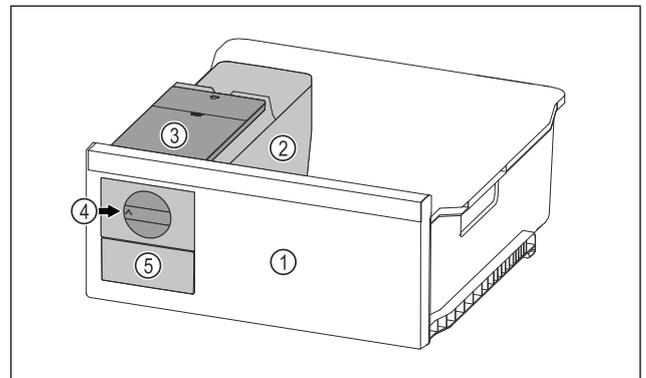

Fig. 108 Representación a modo de ejemplo
- ▶ Gire la perilla Fig. 108 (4) hacia la derecha hasta que alcance el tope.
- ▶ Los cubos de hielo caen de la bandeja de cubitos para hielo en el cajón para cubos de hielo Fig. 108 (5). Si no salen todos los cubos de hielo de la bandeja para cubos de hielo: